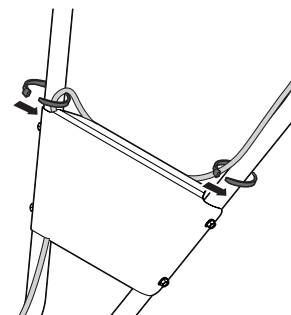

Figura 9
- Dirija el cable por la manija superior, luego detrás del panel de la manija asegurándolo en el lado derecho de la manija con los cables del embrague en la esquina superior del panel. Consulte la Figura 9.